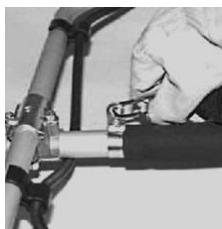

Рисунок 5
- після регулювання зафіксуйте кільце за допомогою кріпильного болта кільця (рис. 5);